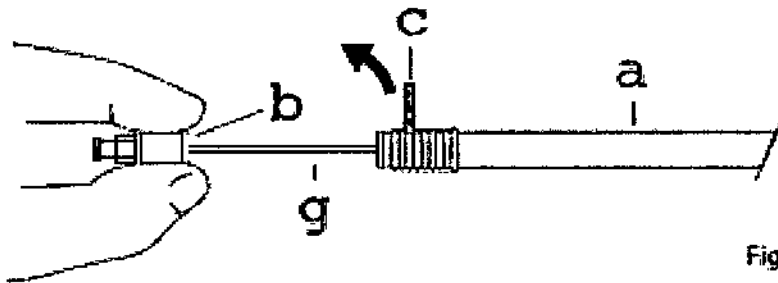

Fig. 5
3. Sostenga el conector (b) de forma que quede estable sobre la cánula metálica (g). Para desplegar el stent, retire el seguro rojo (c). (Fig. 5)